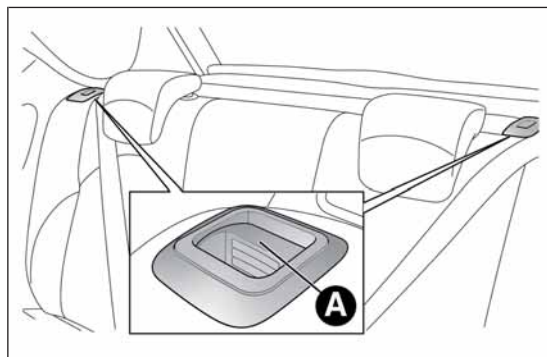

fig. 67
- solleva le leve A fig. 67 di ritegno schienali e ribalta in avanti il cuscino desiderato (il sollevamento della leva A è evidenziato da una "banda rossa").
Solleva lo schienale precedentemente ribaltato fino a percepire lo scatto di bloccaggio del meccanismo di aggancio, verificando visivamente la scomparsa della "banda rossa" presente sulle leve A fig. 67. La "banda rossa" indica infatti il mancato aggancio dello schienale.